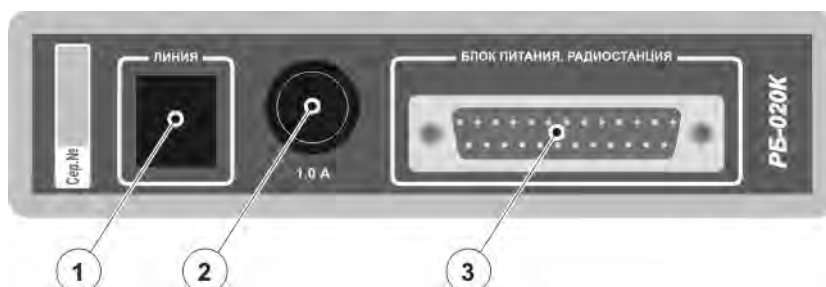

Рисунок 4. Задняя панель Контроллера Радиостанции.
3. Подключите 25-и контактный разъём (гнезда) кабеля РБ-020КС-041 к разъёму 3 (Рисунок 4) Контроллера Радиостанции, зафиксируйте винтами.
- не горит — радиостанция выключена или не подключена к разъёму 3 (Рисунок 4) Контроллера Радиостанции;